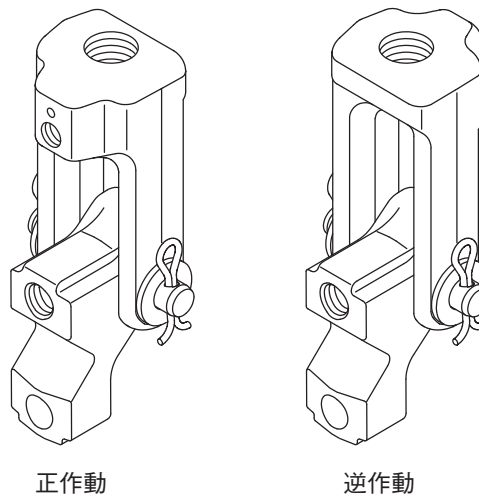

図 4-5
注.1 フォークとクランプの組み付けはフォークの凸面部の向きに注意し、図4-5のように組み付けます。
(4) 弁本体への組み付けは「4.4 分解」の項の逆順に行います。(正逆の区別は図4-5を参照)